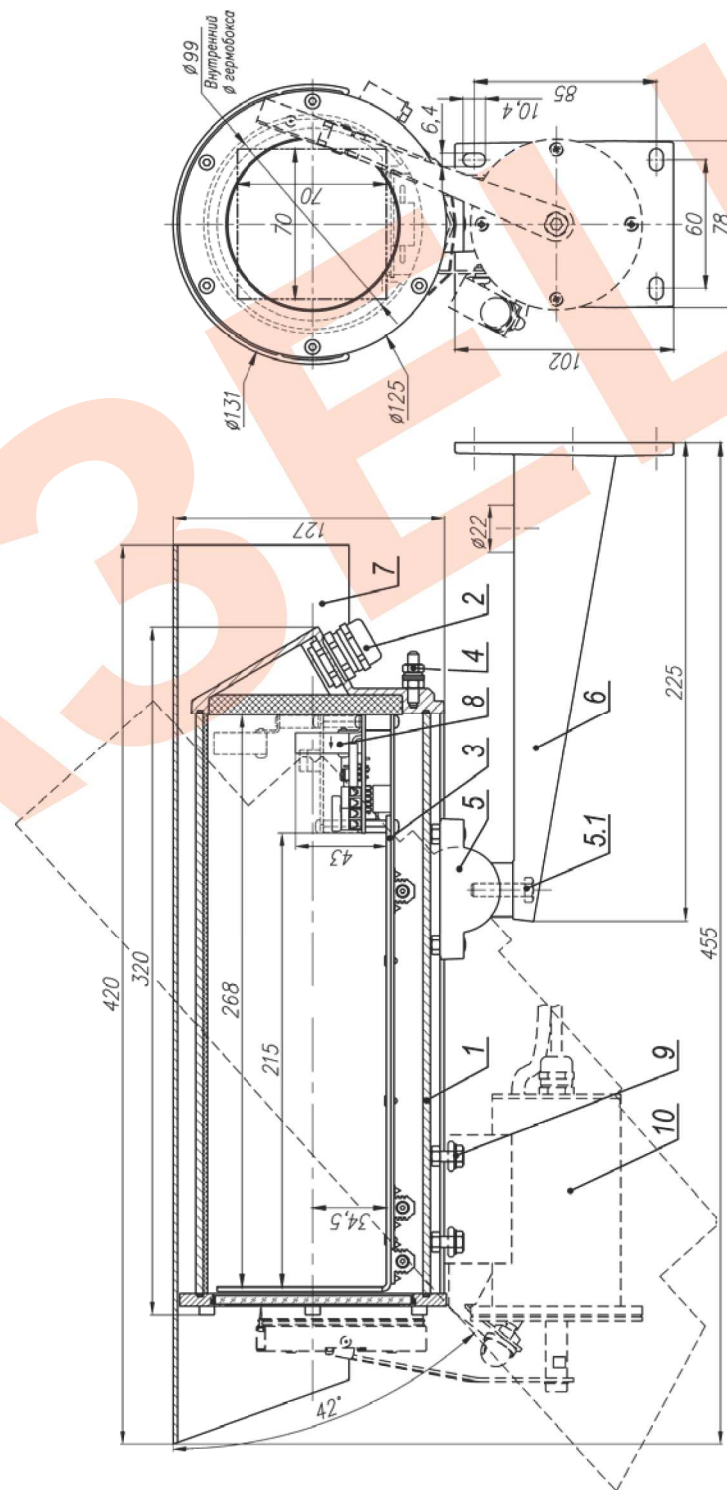

Рис.1 Состав и габаритно-установочные размеры ТГБ-7С
2. Выдвинуть модуль видеокамеры (поз.3 рис.1) из кожуха.
8. Ослабив болт фиксации шарнира (поз.5.1 рис.1), установить гермобокс на нужное направление обзора, после чего надежно зафиксировать шарнир затянув болт.
9. Заземлить гермобокс с помощью болта заземления (поз.4 рис.1).
В состав изделия входят (см. рис.1):